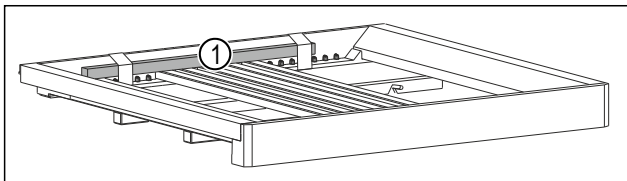

Fig. 7*
- ▶ Снимите деревянную рейку Fig. 7 (1)*